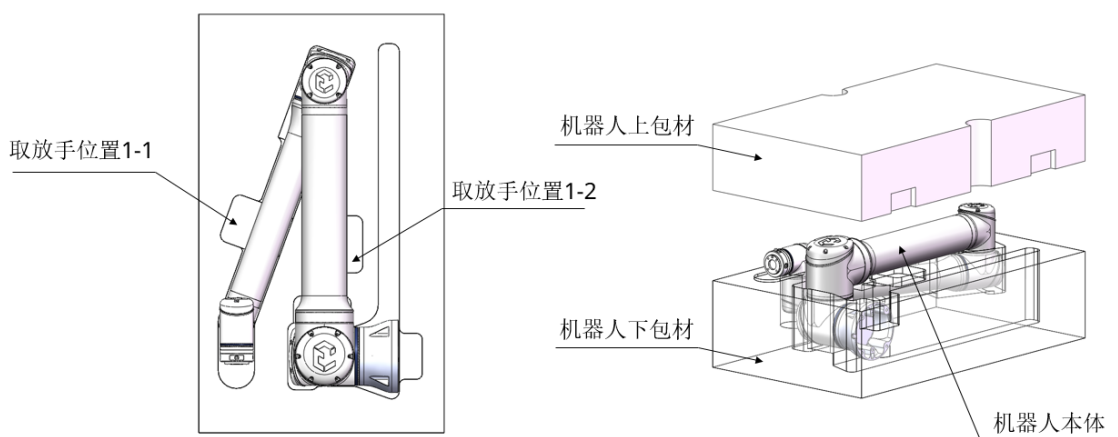

图 6-1: 机器人打包图
- CS610A 机器人的打包姿态角度是：(A1: 180°, A2: -180°, A3: 252°, A4: 0°, A5: 15°, A6: 0°)，如图 6-1所示；